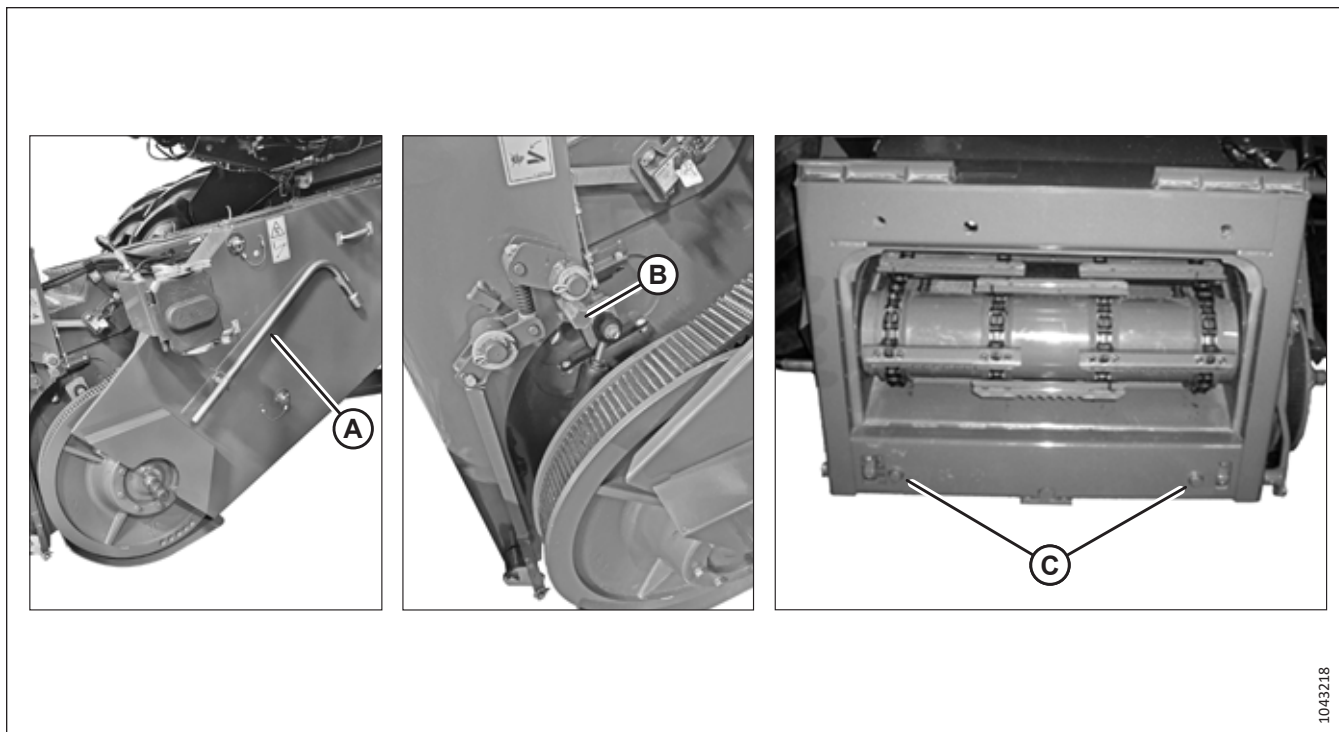

Figura 3.108: Carcasa alimentatorului
Asigurați-vă că știfturile (C) de aliniere (consultați Figura 3.108, pagina 102) de pe carcasa alimentatorului se aliniază cu orificiile (B) din cadrul modulului de flotare.